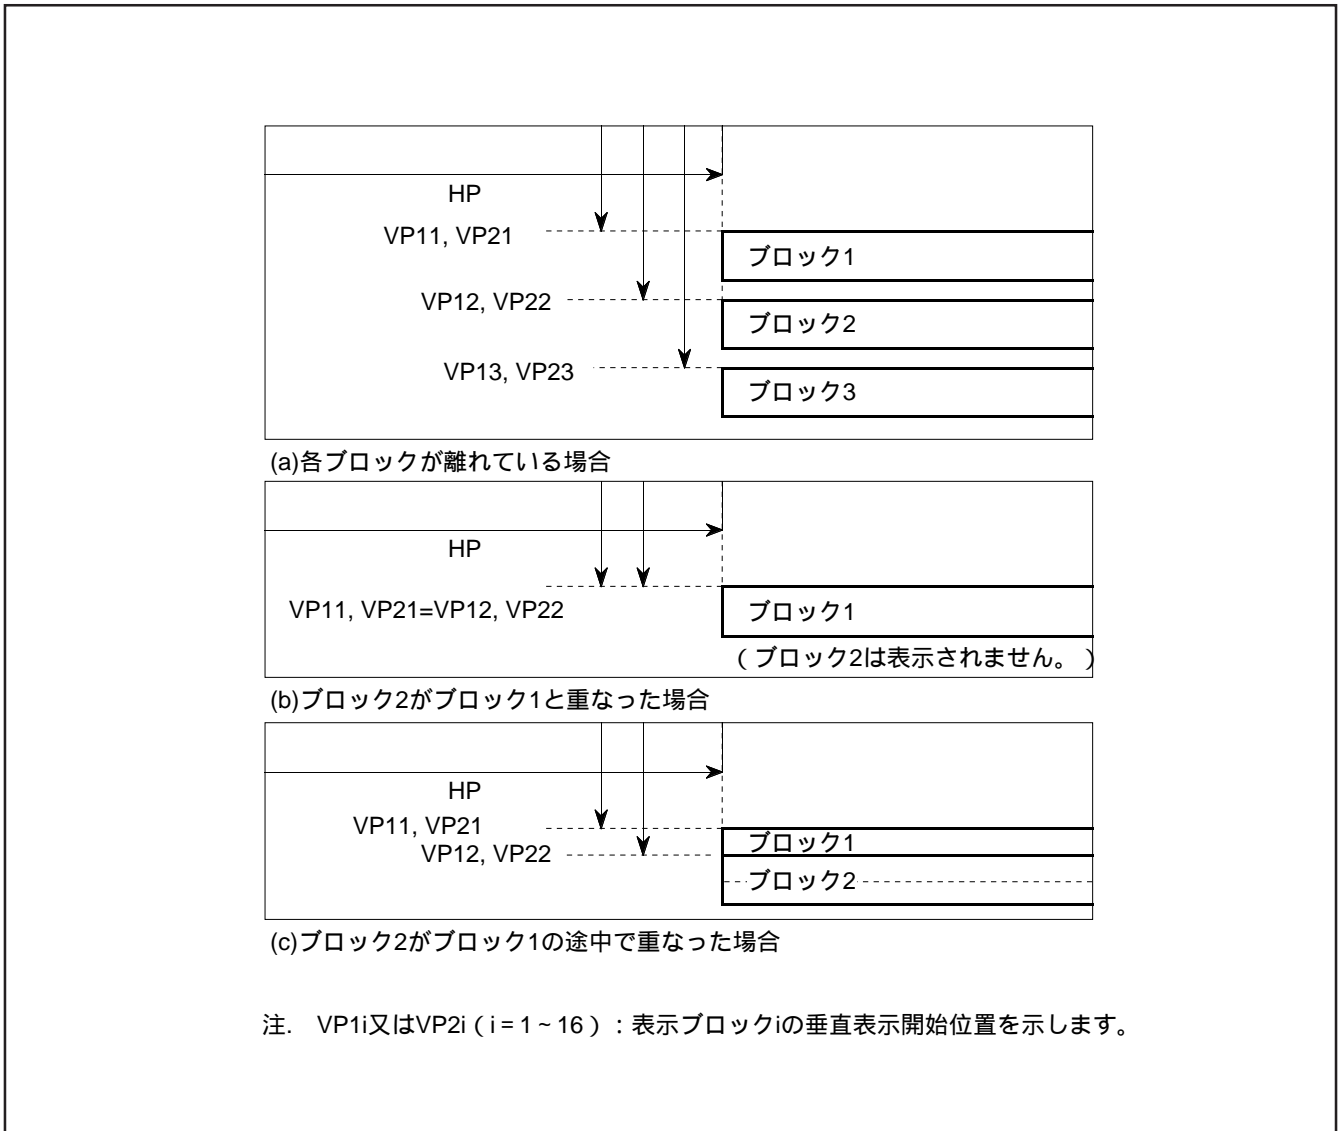

図 12.11.8 表示位置
- 同レイヤ内で表示位置が他のブロックと重なった場合(図12.11.8の(b))、ブロック番号(1～16)の若い(小さい)が前面に表示されます。
- 同レイヤ内で1つのブロック表示中に、他のブロックの表示開始位置がきた場合(図12.11.8の(c))は、垂直表示開始位置の設定値が大きい方が表示されます。ただし、ドットサイズが $2T_c \times 2H$ と $3T_c \times 3H$ のブロックは他のブロックの表示期間中*に表示させないでください。